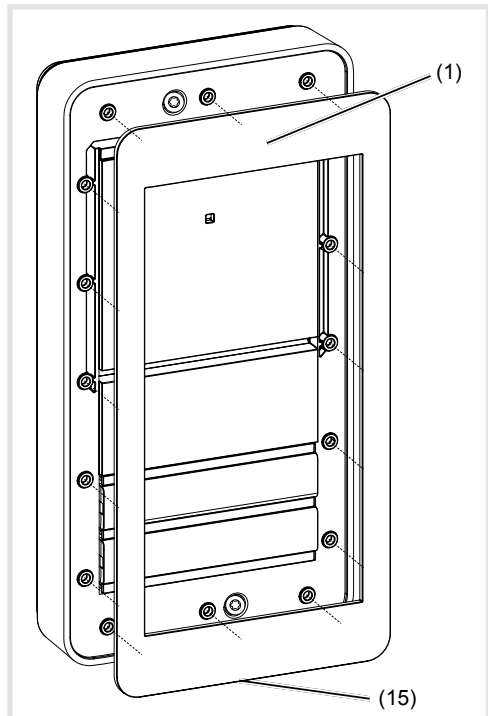

Figura 13: aggancio della placca decorativa
- Agganciare la placca decorativa in dotazione (1) sulla stazione da porta, in modo da avere la fessura di sgancio (15) orientata verso il basso (figura 13).